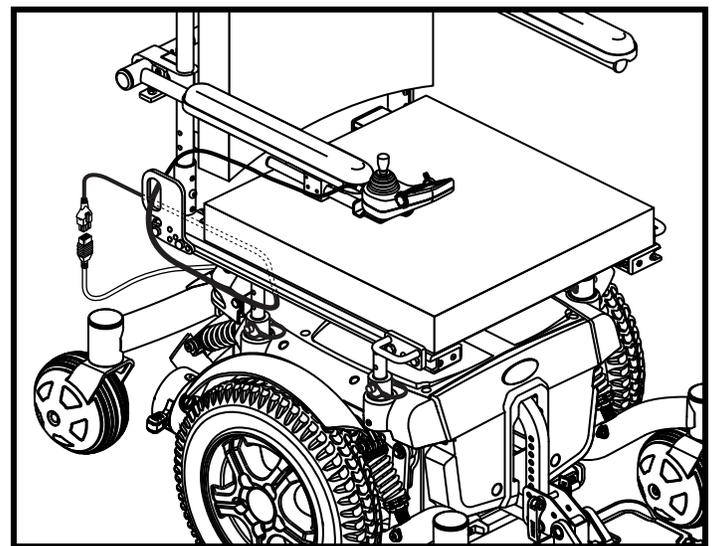

Figure 12. Câble passé sans siège Synergy
4. Installez le contrôleur et passez le câble vers l'arrière de la base motorisée. **Voir la figure 12 ou 13.**